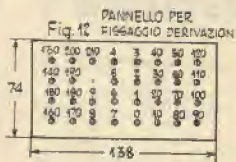

Fig. 12 PANNELLO PER
**Pannelli per fissaggio derivazioni** — Sono fatti in legno compensato di faggio di mm. 3 di spessore. Su uno si praticano i fori indicati in fig. 12, nei quali vanno introdotte delle bocche di ottone che si possono acquistare presso un negozio di articoli per radio e che, a mezzo